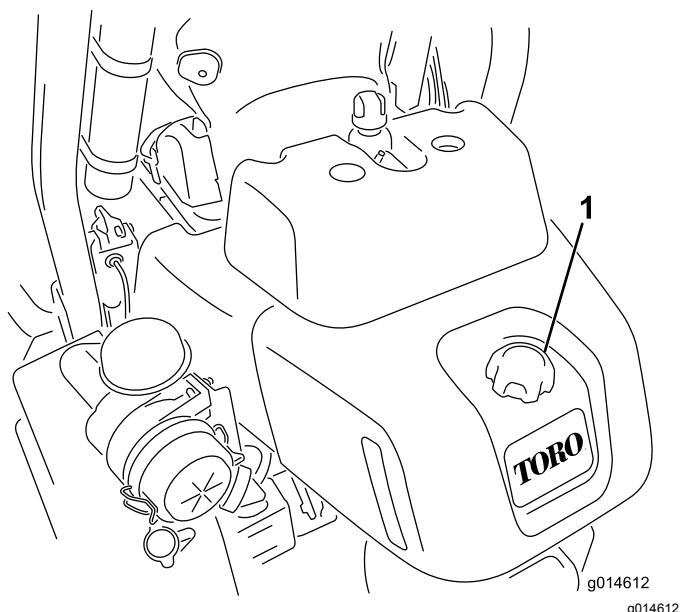

Figure 22
1. Nettoyez la surface autour du bouchon du réservoir de carburant (Figure 22).